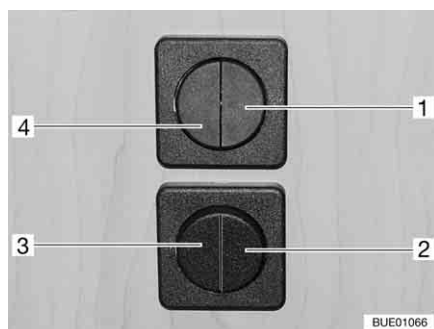

Fig. 50 Interrupteur d'éclairage
- Éclairage dînette (Fig. 50,1)
- Éclairage entrée (Fig. 50,2)
- Éclairage auvent (Fig. 50,3)
- Éclairage espace habitable (Fig. 50,4)